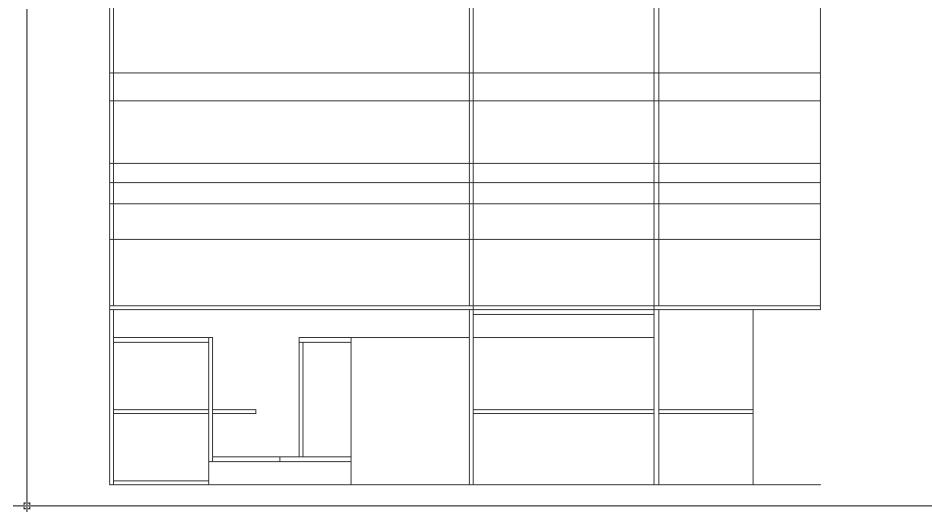

Рис. 8.13 ▼ Контуры объектов нижней части рабочей зоны сформированы
15. Продлите созданные в п. 12 вертикальные линии до линии нулевой высоты, а затем обрежьте полученные вертикальные и горизонтальные линии для формирования оставшихся объектов нижней части рабочей зоны, как показано на рис. 8.13. (Для создания контура порожка необходимо верхнюю линию контура нижней полки скопировать вверх на 2 мм – для этого лучше всего изменить масштаб просмотра.)